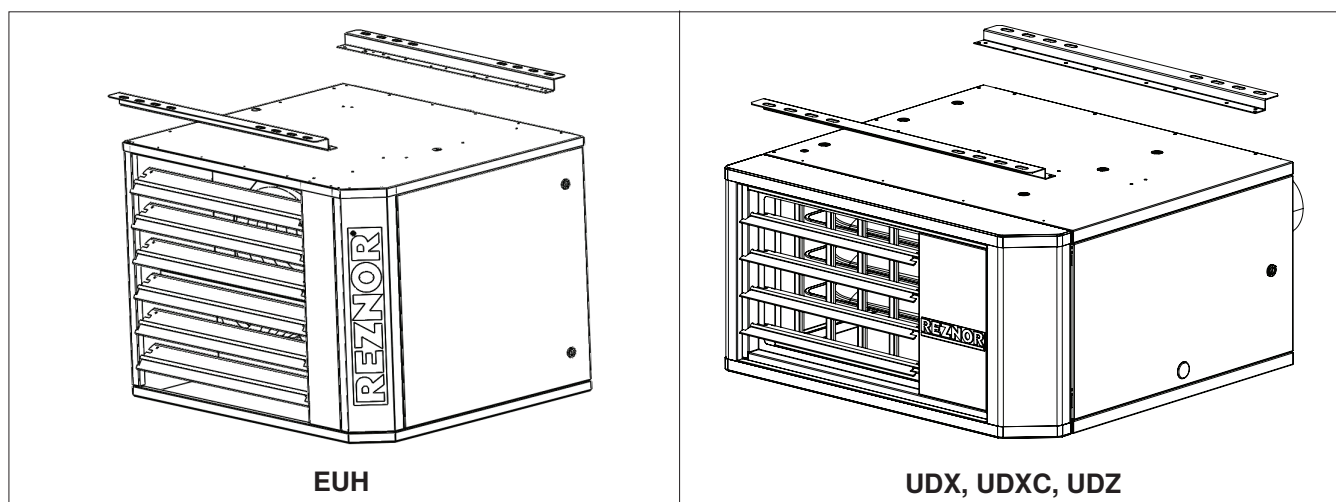

Figure 1. Kit de suspension au plafond
- Le kit de suspension au plafond (voir Figure 1) permet d'installer le radiateur à 1 pouce du plafond sans tiges de suspension. Pour les radiateurs à gaz, le kit est utilisé uniquement sur les unités de taille 30–125.